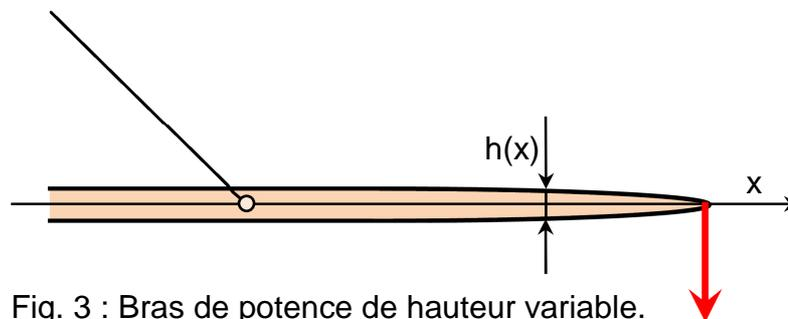

Fig. 3 : Bras de potence de hauteur variable.
- 2.13. Pour minimiser la masse de la poutre, sa hauteur  $h$ , pour  $L < x < 2L$ , n'est plus constante, mais variable en fonction de  $x$  (Fig. 3).